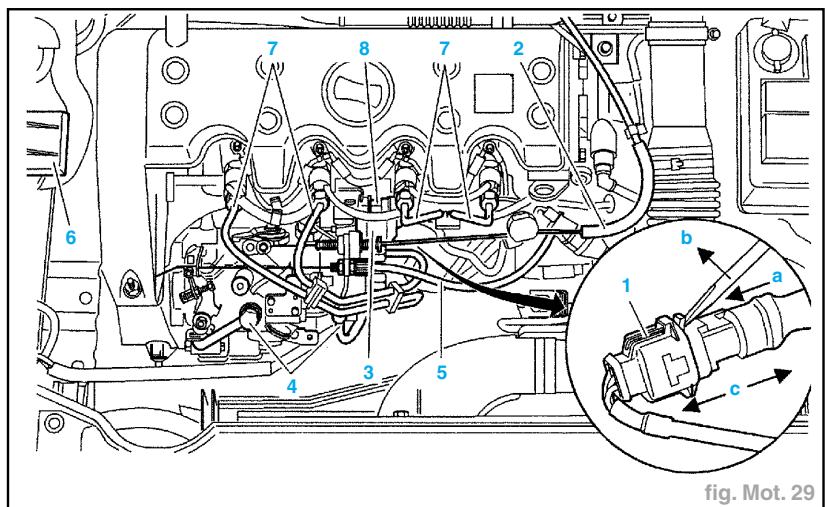

fig. Mot. 29
- Déposer le boîtier de pré-postchauffage (6) (fig. Mot. 29).
- Attention :** Pour déconnecter le connecteur 4 voies noir (1), abaisser avec précaution son ergot de verrouillage à l'aide d'un petit tournevis.
- le connecteur (8) (2 voies noir),
- le connecteur (3) (2 voies bleu).
- le câble d'accélérateur (2),
- le câble du ralenti accéléré (5),
- les tubes d'arrivée et de retour de carburant (4),
- les conduits (7) d'alimentation des injecteurs.